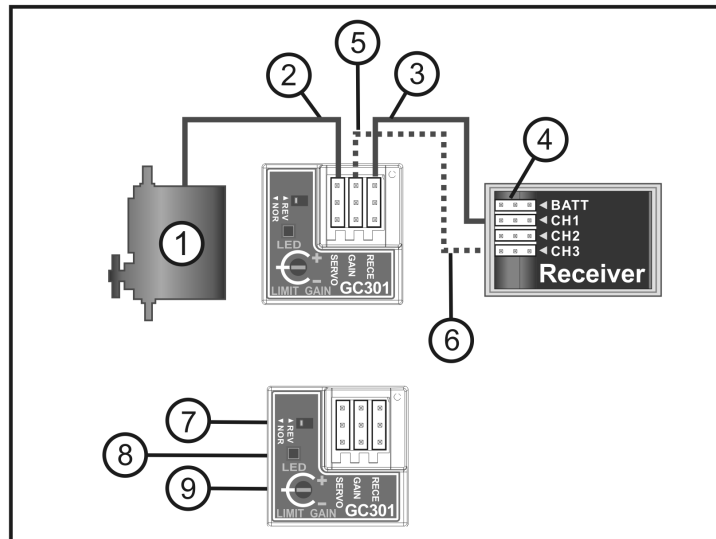

Bild 2
Wollen Sie die Anschluss-Version 1 verwenden, so verbinden Sie wie in Bild 2 zu sehen das Servokabel vom Lenkservo (1) auf den Steckplatz „SERVO“ des Bausteins (2).
In Bild 2 sehen Sie auch den Reverseschalter zur Drehrichtungsumkehr der Gyro-Funktion (7), die LEDs zur Funktionskontrolle (8) und das Potentiometer zur Einstellung der Gyro-Empfindlichkeit (9). Beachten Sie in den nachfolgenden Punkten in dieser Bedienungsanleitung die Hinweise zu diesen Elementen.
Schalten Sie jetzt den Sender und danach die Empfangsanlage ein. Der Kalibriervorgang des Gyro-Bausteins beginnt. Die rote LED leuchtet und die grüne LED (siehe Bild 2, Pos. 8) blinkt in langsamem Rhythmus. Ist der Gyro kalibriert, leuchtet nur noch die rote LED.
Ist dies nicht der Fall, muss die Funktionsrichtung des Gyros gedreht werden. Schalten Sie hierzu die Empfangsanlage aus. Mit einem geeigneten Werkzeug (z.B. einem kleinen Schraubendreher) muss der Reverseschalter (siehe Bild 2, Pos. 7) umgeschaltet werden. Schalten Sie die Empfangsanlage wieder ein und prüfen Sie die korrekte Drehrichtung des Lenkservos.